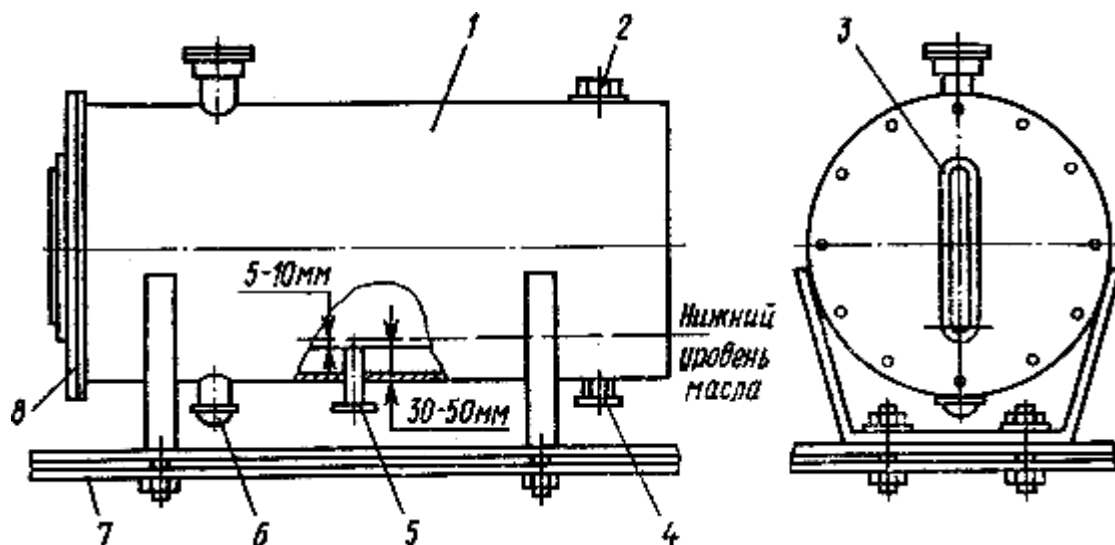

Рис.6. Расширитель:
**Ремонт расширителя.** Ремонт расширителя (рис.6) чаще всего сводится к промывке его маслом. Но иногда необходимо очищать внутреннюю поверхность расширителя от ржавчины, которая может быть обнаружена при разборке трансформатора в виде большого скопления крупинок на плоскости верхнего ярма, под отверстием патрубка расширителя или чаще под отверстием выхлопной трубы.
При ремонте расширителя проверяют патрубок трубы, соединяющий расширитель с баком. Если патрубок выступает внутрь расширителя менее чем на 30-50 мм, необходимо его переварить, так как при меньшей высоте через патрубок могут попадать в бак осадки, скапливающиеся в расширителе. При этом масло должно быть на -отметке нижнего уровня расширителя, как показано на рис.6.